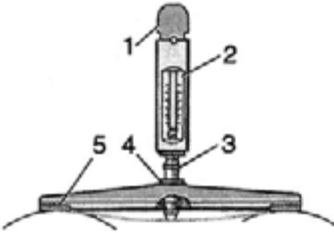

Рис. 4.1.34. Динамометр 7870-8679 для проверки натяжения ремней привода вентилятора и водяного насоса:
- установить динамометр планкой 5 (рис. 4.1.34) поочеред-